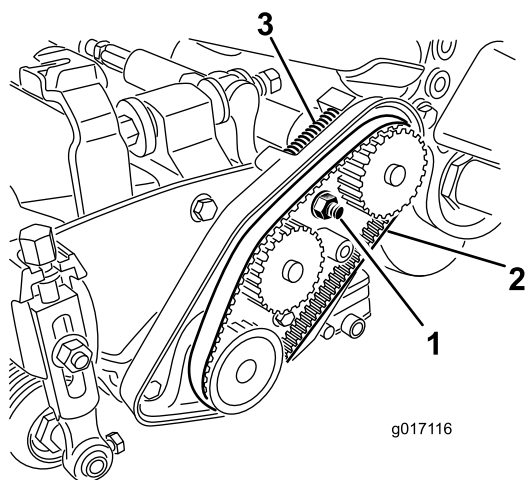

Figura 16
3. Allentate il dado dell'alloggiamento dei cuscinetti (Figura 16).
5. Rimuovete la cinghia (Figura 16).
12. Accertatevi che la molla di compressione metta in tensione la cinghia (Figura 16).